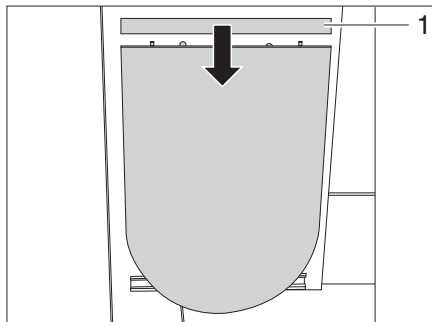

Bild 41 Klapptisch, eingeklappt
- Tischplattenverlängerung (Bild 41/1) oben in die Holzdübel aufsetzen.